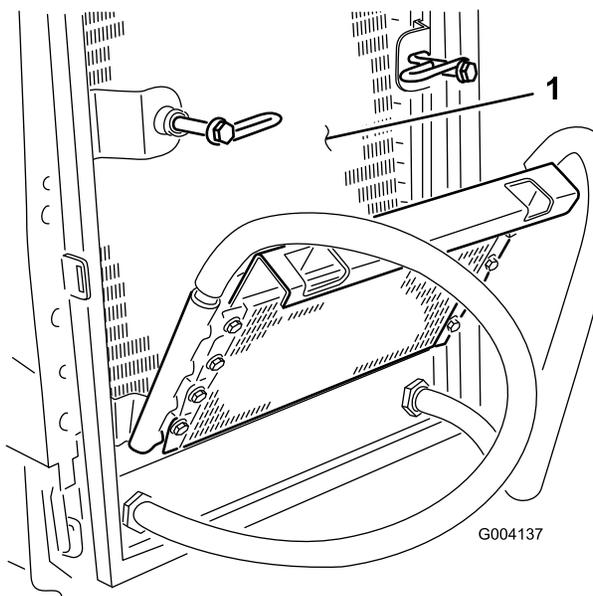

図 64
6. オイルクーラとラジエターの裏表を 図 64 圧縮空気で丁寧に清掃する。